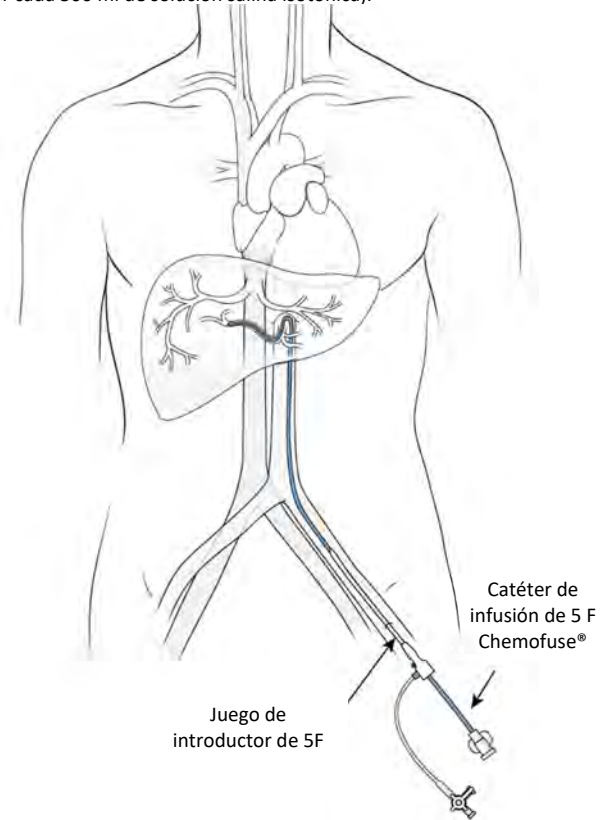

Figura 25
- (a) Introduzca el catéter de 5 F Chemofuse® a través del manguito y manipúlelo sobre una guía a la propia arteria hepática; véase la figura 25. A criterio del radiólogo intervencionista, se puede introducir de forma coaxial un microcatéter a través del catéter de 5 F para la colocación selectiva de la punta del catéter para la infusión del fármaco. Si se utiliza un microcatéter, conecte una válvula hemostática giratoria (tipo Touhy-Borst) al catéter de 5 F e inserte el microcatéter en el catéter de 5 F a través de la válvula. Tres microcatéteres han sido cualificados por Delcath para su uso con el sistema de administración hepática CHEMOSAT®. Seleccione uno de los tres microcatéteres cualificados (véase Descripción de los componentes del sistema [pág. 5]).